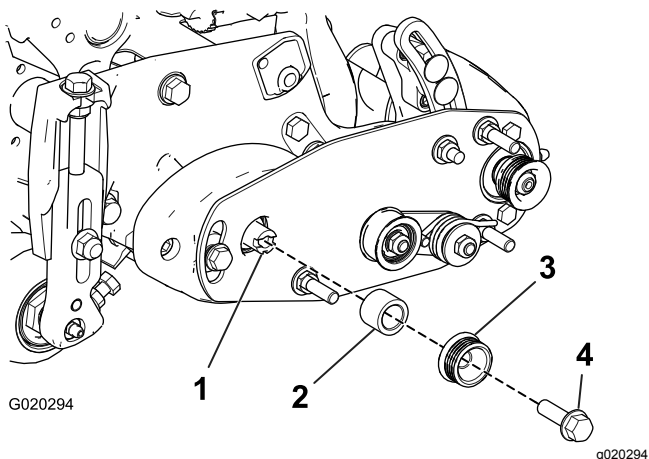

Figura 14
1. Instale el espaciador sobre el eje del alojamiento del cojinete (Figura 14).
2. Instale la polea motriz en el espaciador y sobre el árbol de transmisión (Figura 14).
3. Sujete la polea y el espaciador al árbol de transmisión con un perno con arandela prensada (3/8" x 1 1/4"); consulte Figura 14. Apriete el perno a entre 47 y 54 N·m.